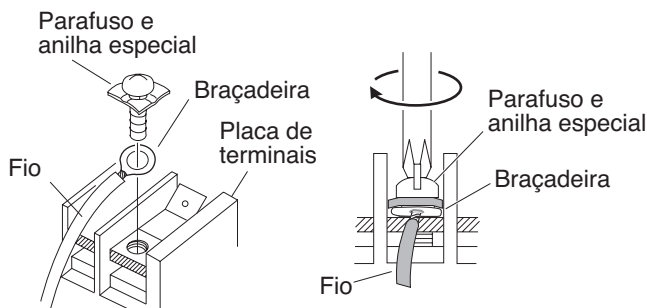

Fig. 30
- (4) Coloque o fio da braçadeira e volta a apertar o parafuso do terminal que tinha tirado anteriormente usando a chave de parafusos. (Fig. 30)